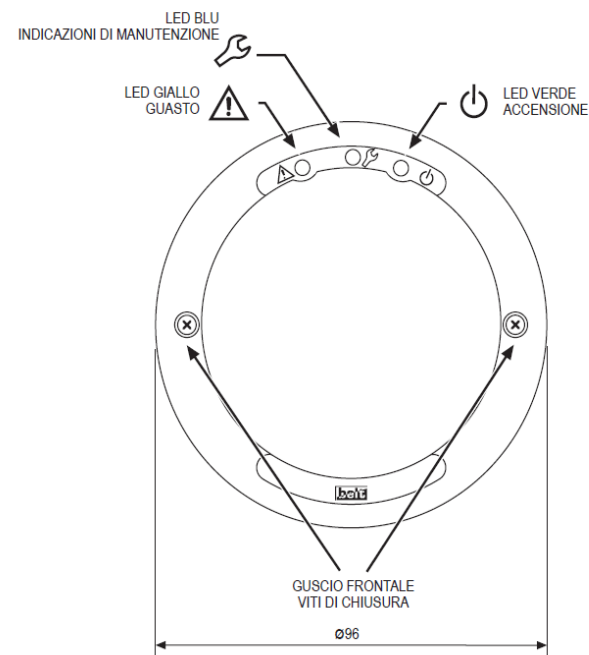

Figura 1: Assemblaggio del rivelatore
- Aprire l'alloggiamento del rivelatore svitando il coperchio anteriore (vedi figura 1).
- Aprire l'alloggiamento del rivelatore svitando le viti di chiusura del coperchio anteriore (vedere la Figura 1).